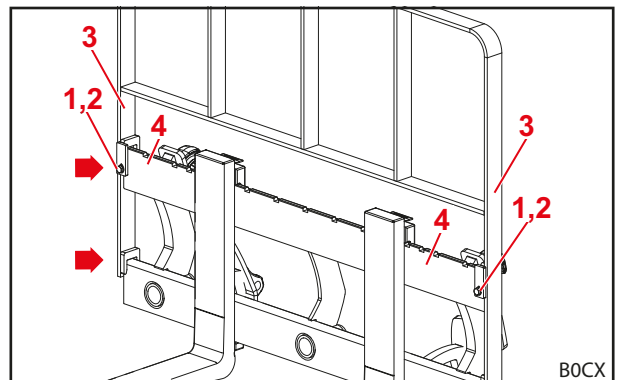

Fig. 44 Aan palletvork gemonteerd zekeringsrooster
- (4) Schuif het zekeringsrooster van bovenaf op het frame van het werktuig.
**i** Let erop dat het zekeringsrooster boven en onder op het frame zit (zie pijlen in Fig. 44).
- (5) Monteer het zekeringsrooster rechts en links met telkens 1 zeskantschroef M10x40 en 1 vergrendelingskantring op het frame.